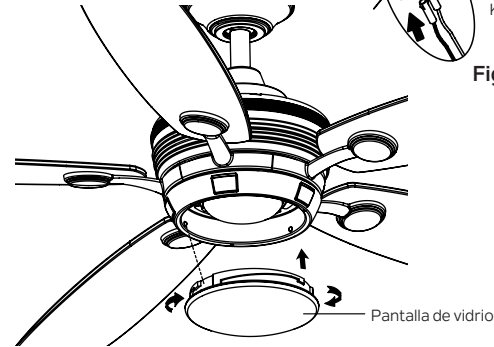

Figura 24
Paso 3. Asegure la pantalla de vidrio a la placa de luz girándola en el sentido de las agujas del reloj. Gire la pantalla de vidrio gradualmente hasta que encaje en la placa de luz. NO AJUSTE EN EXCESO. (Figura 24)